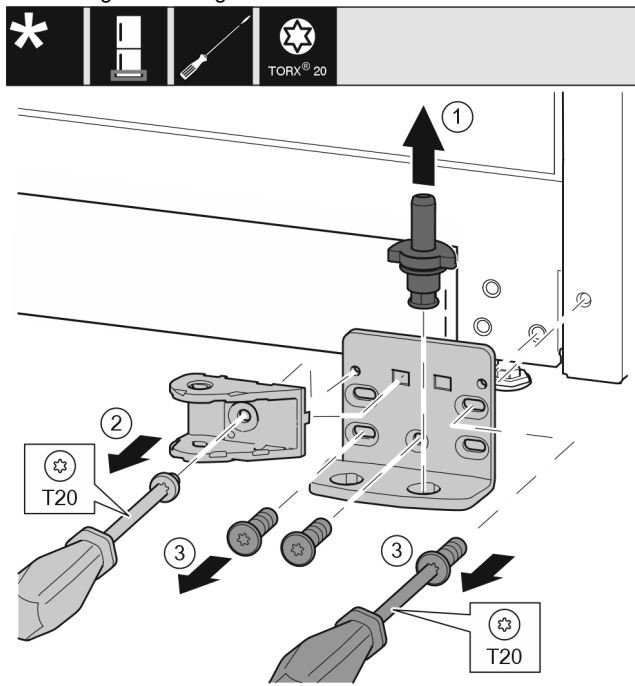

Fig. 40 *
- Lagerbout Fig. 40 (1) volledig naar boven toe wegtrekken.*
- Schroef Fig. 40 (2) met schroevendraaier er uit draaien en de sluitdempverbinding wegnemen.*
- Schroeven Fig. 40 (3) met schroevendraaier er uit draaien en het lagerbok wegnemen.*